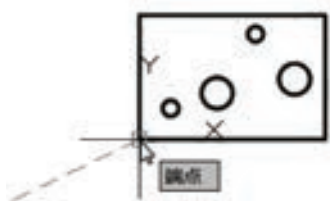
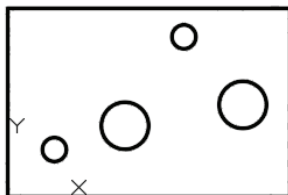

图 5-14 指定将作为新原点的点
图 5-15 指定新原点后的效果
- 2) 指定原点。在“工具”菜单中选择“新建 UCS”→“原点”命令，然后选择图 5-14 所示的矩形左下角点作为新原点。指定新原点后的效果如图 5-15 所示。